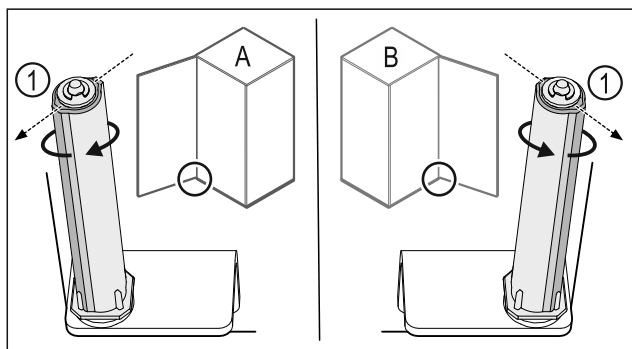

Fig. 30 Atidarymas į kairę (A) / atidarymas į dešinę (B)
- Sukite uždarymo sistemą, įveikdami pasipriešinimą, kol uždarymo sistemos pertvara Fig. 30 (1) bus nukreipta į išorę.